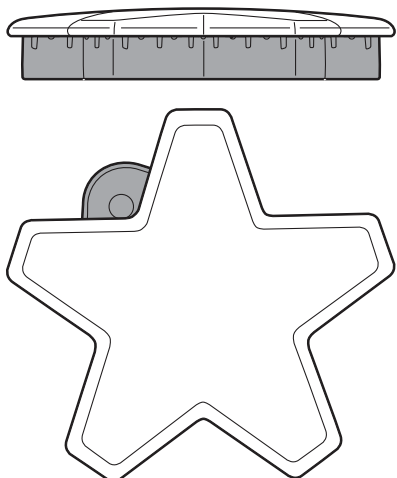
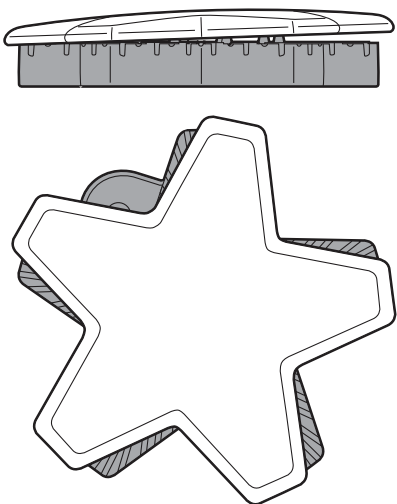

Figure 13 : Chapeau de brûleur correctement placé
Figure 14 : Chapeau de brûleur incorrectement placé
- Vérifiez chaque brûleur pour vous assurer qu'il n'y a pas d'espace entre le chapeau et la base du brûleur. Voir les *Figure 13* et *Figure 14* pour des exemples de chapeau de brûleur correctement ou incorrectement placés.
- Vous pouvez essayer de déplacer délicatement les chapeaux des brûleurs latéralement pour vous assurer qu'ils sont placés correctement sur leur base. Lorsqu'ils sont bien placés, les chapeaux des brûleurs sont droits sur la base et couvrent complètement la base du brûleur en forme d'étoile lorsque vous les regardez d'en haut, comme sur la *Figure 13*.
Chaque brûleur STAR comporte son propre allumeur électronique qui produit des étincelles lorsque le bouton est activé. Les brûleurs doivent s'allumer en 4 secondes ou moins. Si le brûleur ne s'allume pas, assurez-vous que le chapeau est correctement posé sur sa base (*Figure 13*).